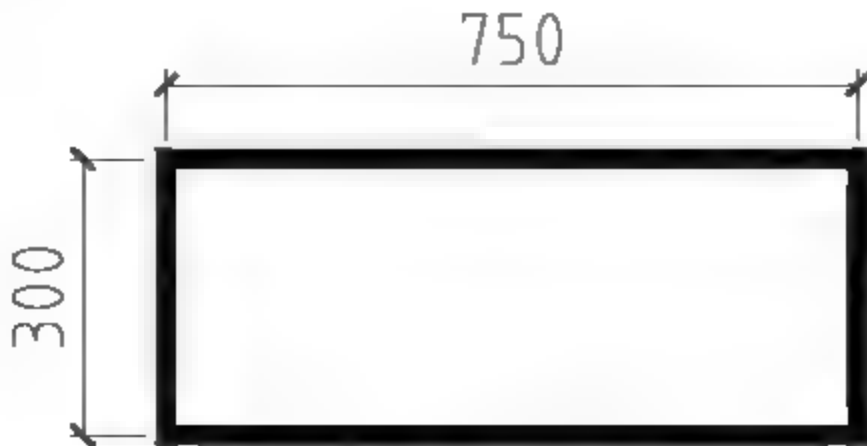

图8-215 绘制矩形
- 01 调用REC【矩形】命令，输入W，选择【宽度】选项，设置宽度为20，绘制尺寸为750×300的矩形，如图8-215所示。